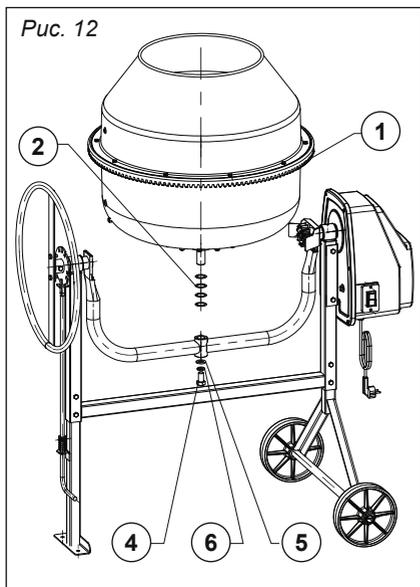

Рис. 12
Провести работы в объеме ЕО и ТО-1. Проверить натяжение ремня и при необходимости подтянуть. Показателем ослабления натяжения ремня служит снижение частоты вращения барабана с увеличением нагрузки более чем на 5% от 27 об/мин. Схема натяжения ремня приведена на рис. 12 .	Ключи гаечные, ветошь, вода.
Показателем для замены зубчатого венца служит износ зубьев зубчатого венца или наличие микротрещин зубчатого венца. При наличии незначительного износа зубчатого венца **поз. 1** (рис. 12), зацепление возможно отрегулировать, изъав регулировочные шайбы **поз. 2** и уменьшить образовавшийся зазор в зацеплении.
- Отвернуть, гаечным ключом болт **поз. 4** (рис. 12), снять плоскую шайбу **поз. 5** и пружинную **поз. 6**.
ного зацепления собрать болт **поз. 4** с шайбами **поз. 5** и **поз. 6** и завернуть болт в сборе с шайбами в отверстие оси. Проверить затяжку болта и вращение (рис. 12, 13).